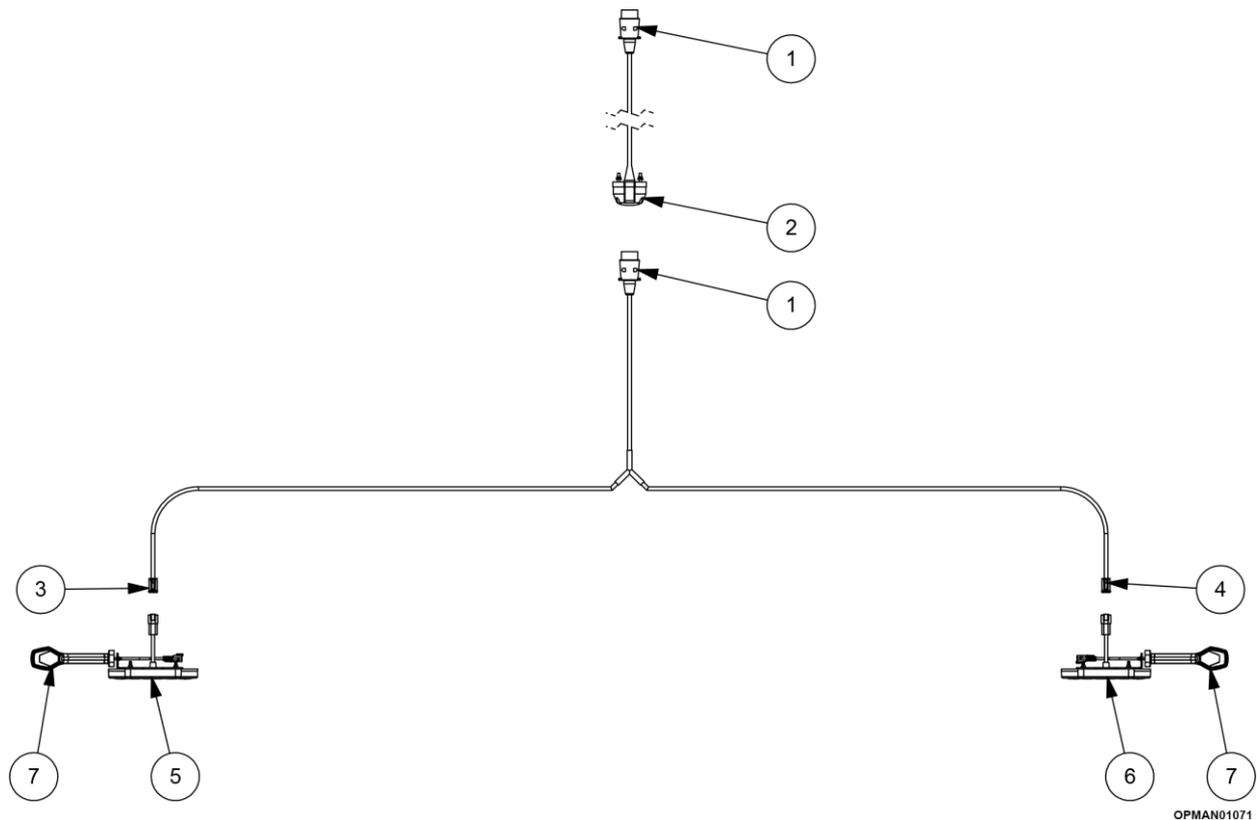

Abbildung 5.75 - Beleuchtungskabelbaum am Trident
7-Poliger Durite-Stecker x2 siehe Abbildung 5.75 (1)
7-polige Durite-Buchse x2 siehe Abbildung 5.75 (2)
Linke Leuchte siehe Abbildung 5.75 (3) und Abbildung 5.75 (5)
Rechte Leuchte siehe Abbildung 5.75 (4) und Abbildung 5.75 (6)
Begrenzungsleuchte x2 siehe Abbildung 5.75 (7)